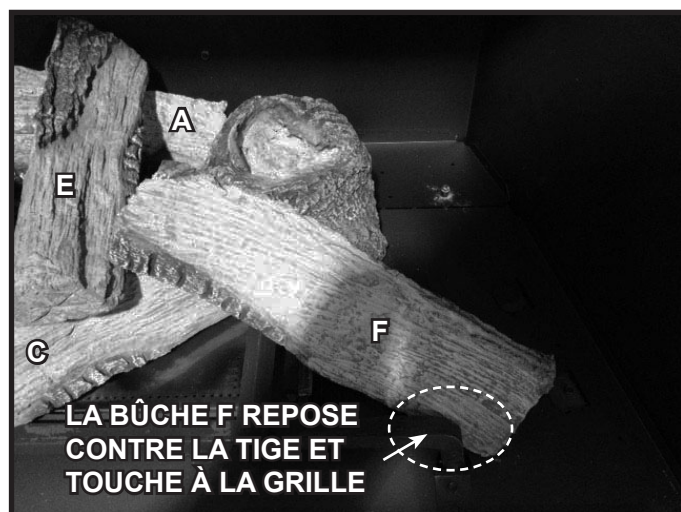

Figure 10. Bûche F installée
6. **(BÛCHE F)** : Placez la bûche F dans l'appareil, comme montré à la figure 10. L'extrémité brûlée de la bûche devrait reposer sur la bûche C et toucher la bûche E. L'extrémité non brûlée de la bûche F devrait reposer contre la tige de la bûche F, comme il est indiqué à la figure 4, et toucher l'arrière de la dent de la grille inférieure, comme il est indiqué à la figure 10. La figure 3 montre l'ensemble de bûches installées.